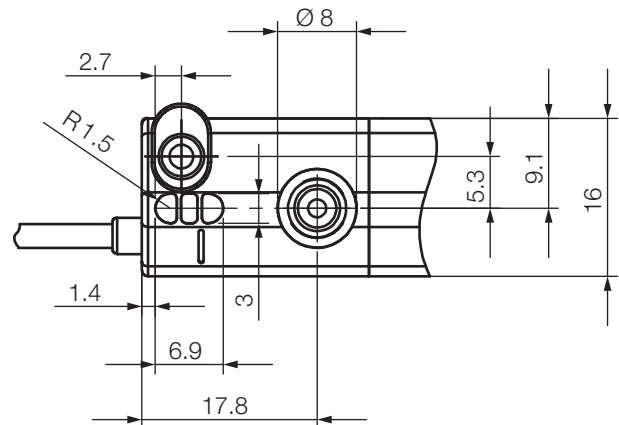

Bild 4-13: Abmessungen und Abstände der Taster und LEDs
**i** Bei inverser Montage muss eine Aussparung für den Taster und die LEDs vorgesehen werden (Abmessungen siehe Bild 4-13), sonst kann das BMP nur über IO-Link konfiguriert werden.